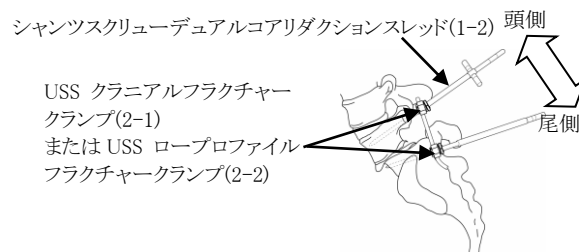

図 5. シャンツスクリュー デュアルコアリダクションスレッド(1-2)による椎体の整復
- 頭側部分のシャンツスクリュー デュアルコア リダクションスレッド(1-2)上方のスレッド(ネジ切り)部分に、内壁にスレッドを有する専用の手術機械器具を取り付ける。手術機械器具のナットを回すことにより、椎体が後方へ引かれ整復される(図 5)。